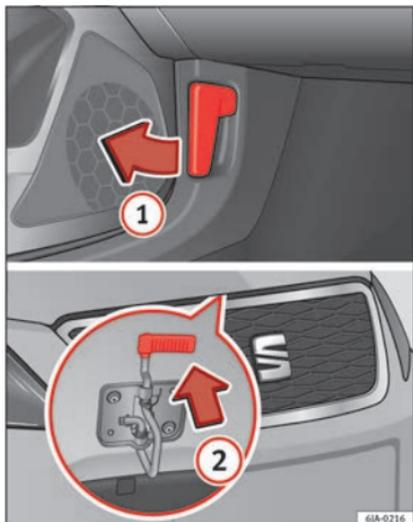

Fig. 7 Sblocco del cofano del vano motore.
• Apertura del cofano del vano motore: tirare la leva posta al di sotto del cruscotto »» fig. 7 (1).
• Sollevare il cofano: tirare verso l'alto la levetta sporgente da sotto il cofano del vano motore »» fig. 7 (2). Il cofano viene disimpegnato dal gancio che lo trattiene.